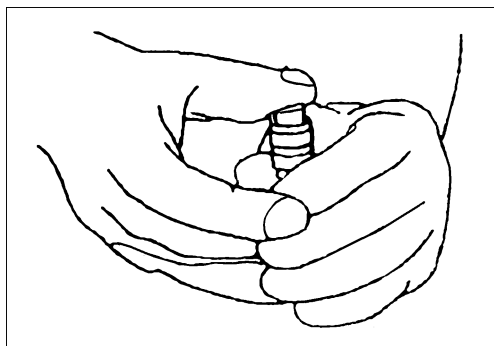

图 2-61 推动柱塞
13) 把液压挺柱从容器内取出。直立液压挺柱使其柱塞在顶端。如图 2-61 所示, 稳定地推动柱塞, 检查其是否无法移动, 并检查其与新的液压挺柱之间高度的比较。